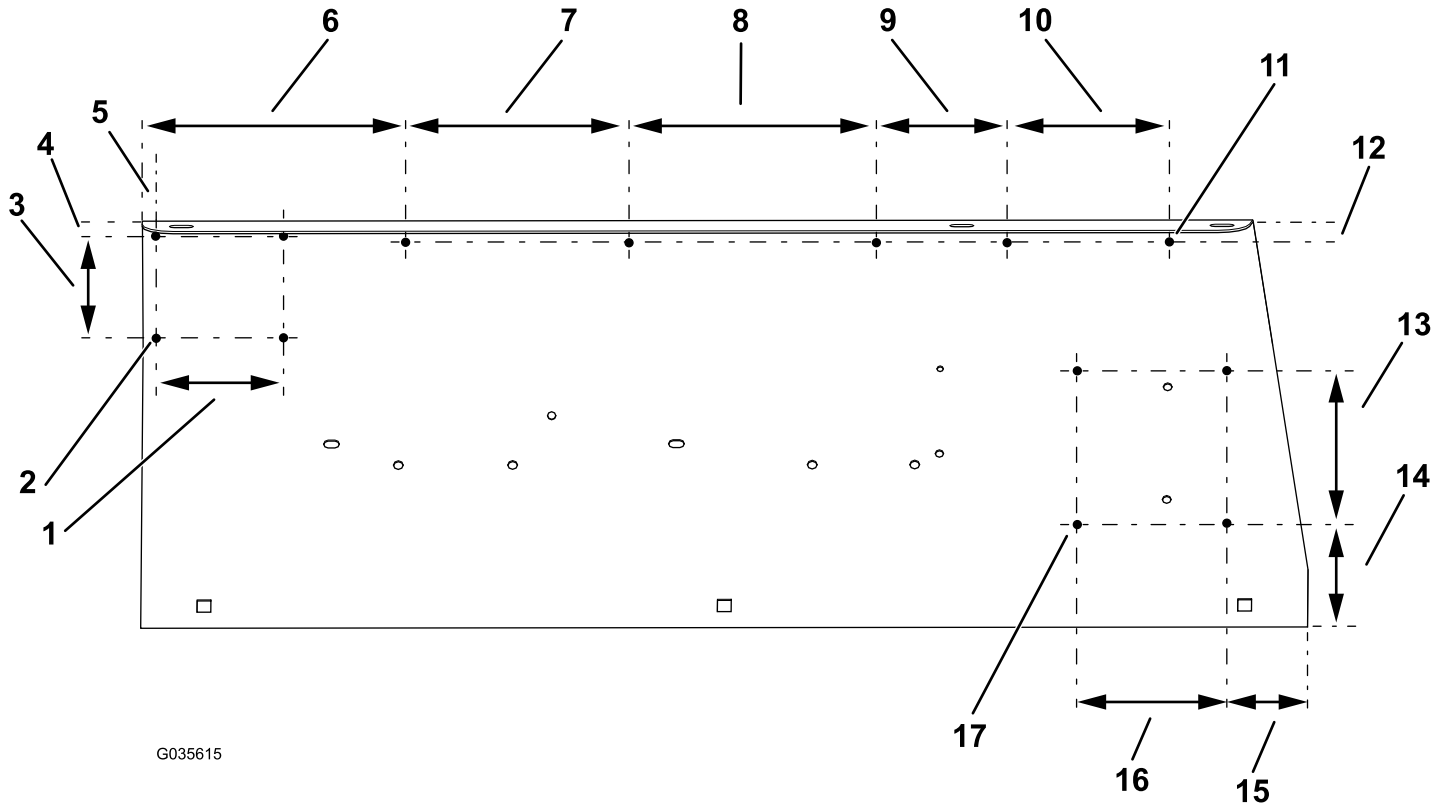

图4
1. 在挡泥板罩上钻 13 个孔请参阅图4了解孔的正确位置和直径。
注意 切勿将图4 中第 11 个点位的孔钻得过大否则提供的夹子将无法夹住线束。